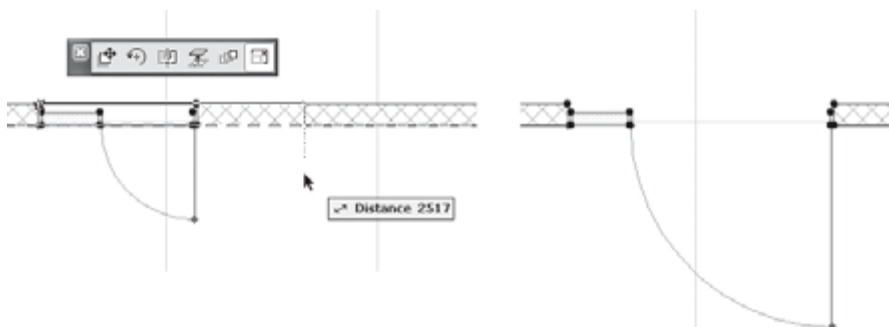

Рис. 8.6. Изменение размеров двери
4. Щелкните кнопкой мыши. Операция завершена (рис. 8.6).